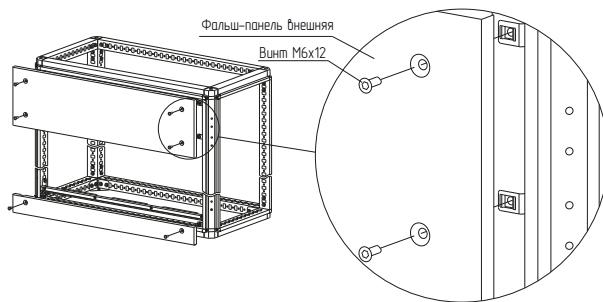

Рисунок 3
4.1.4 Закрепить фальш-панель внешнюю компенсирующую винтами M6×12 (рисунок 3). Момент затяжки – 7 Н·м.